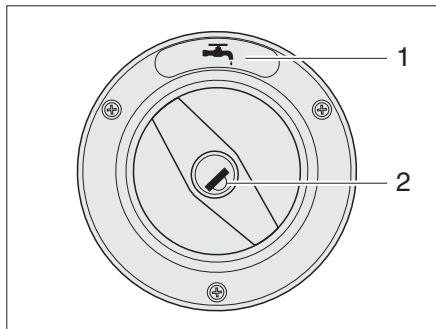
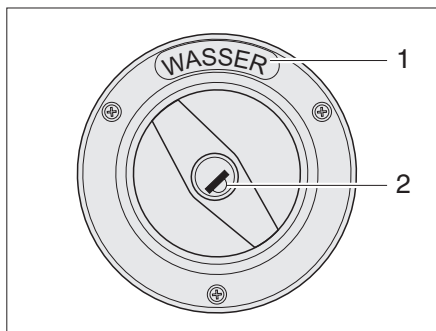

Fig. 15 Coperchio per bocchettone di riempimento dell'acqua potabile (variante 1)
Fig. 16 Coperchio per bocchettone di riempimento dell'acqua potabile (variante 2)
Il bocchettone di riempimento dell'acqua potabile è contraddistinto dal simbolo "☕" (Fig. 15,1) o dalla scritta "ACQUA" (Fig. 16,1).
- ▶ Inserire la chiave nel cilindro della serratura (Fig. 15,2 o Fig. 16,2) e ruotare in senso antiorario.